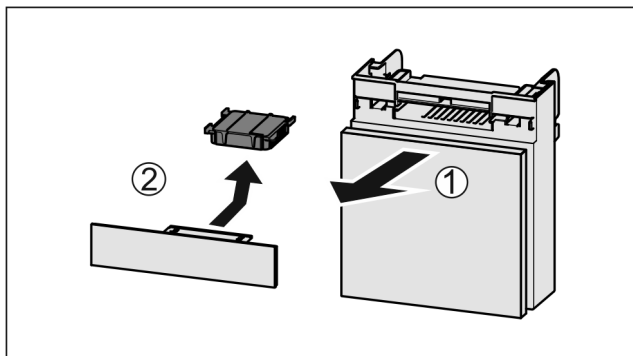

Fig. 102
- ▶ Вытянуть Fig. 102 (1) отделение движением вперед.
- ▶ Извлечение Fig. 102 (2) фильтра с активированным углем.